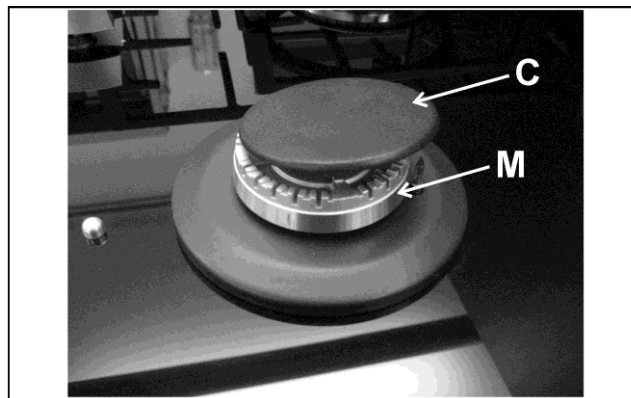

FIG. 3
Si se quiere mantener la superficie de trabajo de la parrilla reluciente, es muy importante lavarlo después de cada utilización con agua tibia enjabonada, enjuagarlo y secarlo. De igual forma se lavarán las parrillas esmaltadas, las tapas difusoras esmaltadas “C” y los cabezales de los quemadores “M” (véase fig. 3).
- Verificar que cuerpos extraños no obstruyan las hendiduras de los cabezales de los quemadores “M” (fig.3).**
- Asegurarse de que la tapa difusora esmaltada “C” (fig. 3) esté colocada en modo correcto en el cuerpo del quemador. Esta situación se cumple cuando la pequeña tapa colocada en el cuerpo está perfectamente estable.**